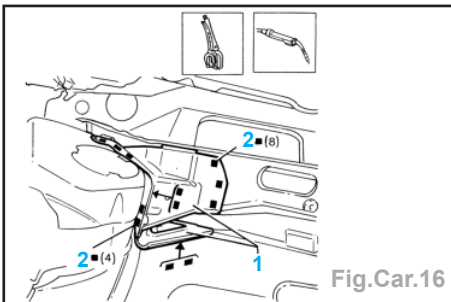

Fig.Car.16
- Enlever le traitement anti-corrosion sur les zones de soudure (2) et appliquer l'apprêt électro-soudable.
- Positionner les éléments de rechange (1) sur le véhicule et les fixer avec les pinces-étau (Fig.Car.16).